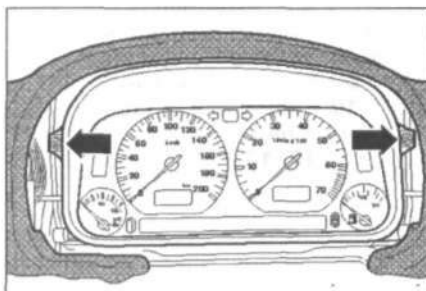

Рис. 12.7. Выкрутите два крепежных винта слева и справа (стрелки).
2. Выкрутите два крепежных винта слева и справа (стрелки) (рис. 12.7).